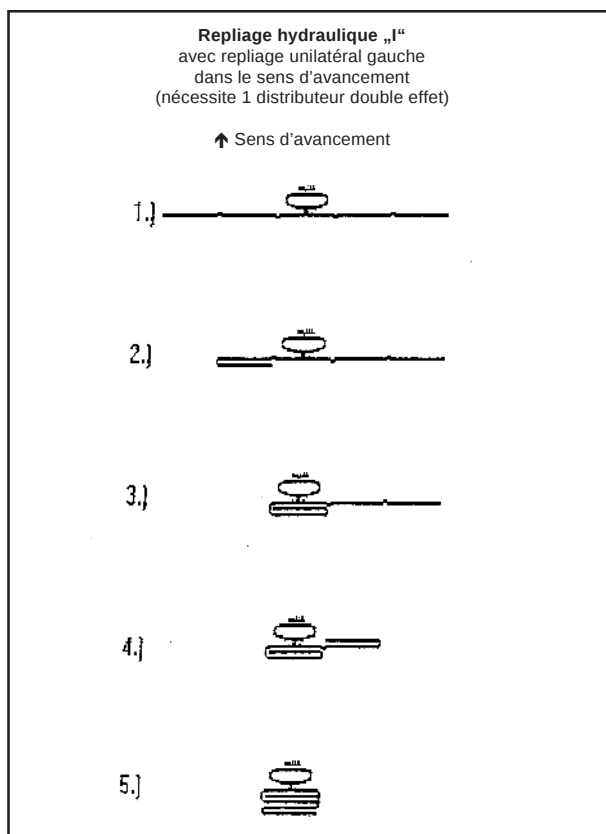

Рис. 10.5
1. **Полностью гидравлический привод штанг “I”**, возможно одностороннее развертывание слева по ходу движения (рис.10.5) (На тягаче должен быть 1 простой пульт управления и 1 пульт управления с двойным действием).